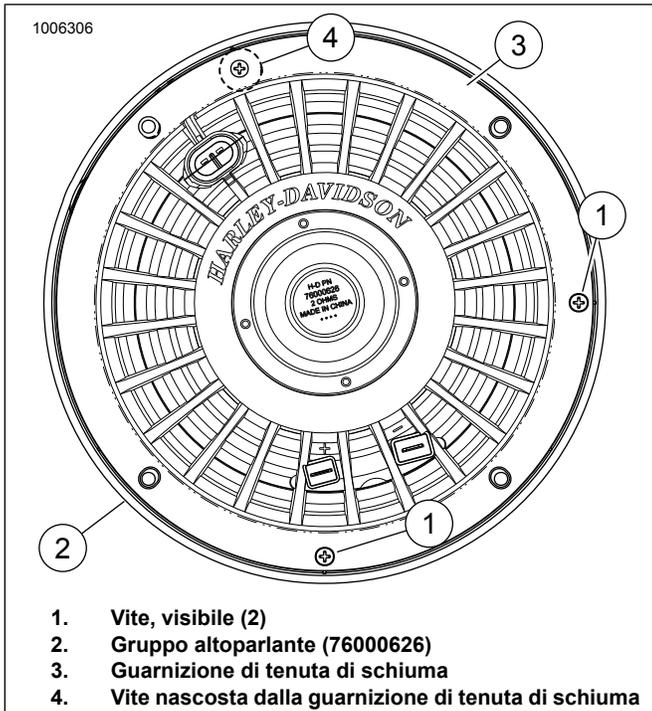
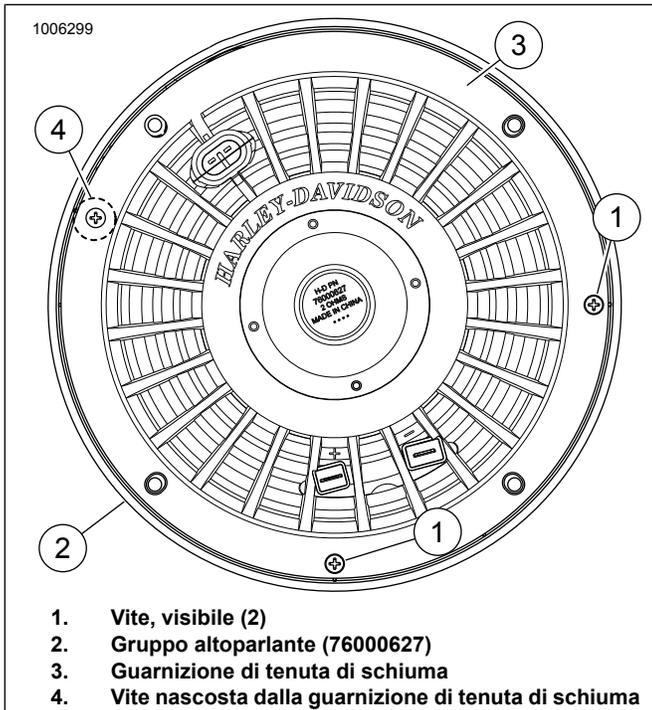

Figura 11. Gruppo altoparlante di sinistra Stage II
Figura 12. Gruppo altoparlante di destra Stage II
Vedere la figura 11. e Figura 12. Individuare la vite nascosta (4) sotto la schiuma. tracciare con attenzione una piccola "X" sulla vite, con un coltello per hobbistica.